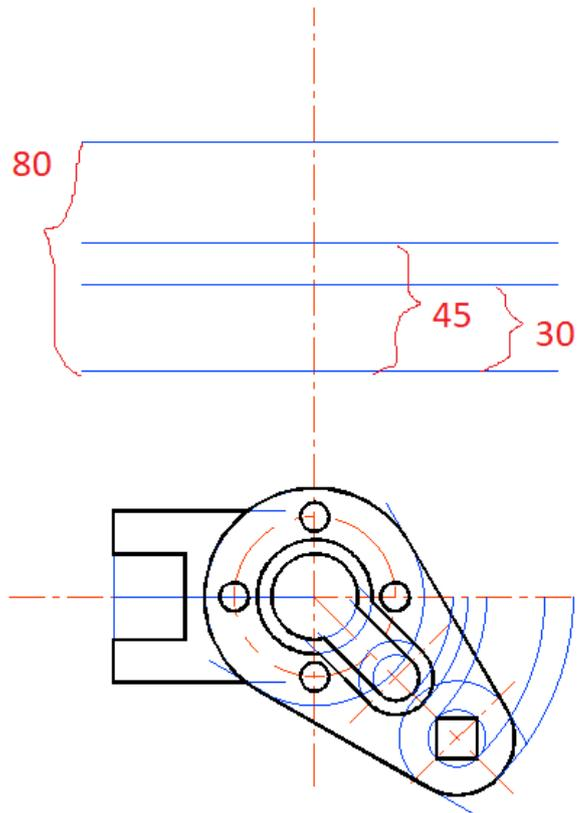

Рис. 2.24. Создание второго изображения
**21.** От контура изображения вида сверху на некотором произвольном расстоянии проведите горизонтальную линию (рис. 2.24).
Выше построенной горизонтальной линии постройте еще три горизонтальные линии, используя команду **Сместить**  (вкладка **Главная**, панель **Редактирование**), на расстоянии **30**, **45** и **80** мм, включив режим **Орто**  для построения прямых линий (рис. 2.24).